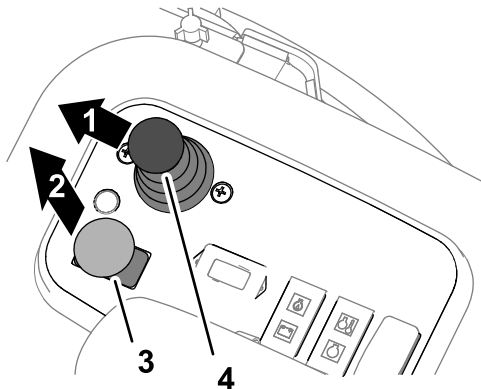

Figure 98
3. Déplacez le levier multifonction vers l'avant (Figure 98).